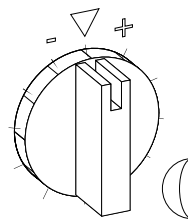

FIG.17
- ☞ un potentiomètre gradué en température ambiante (fig. 17)